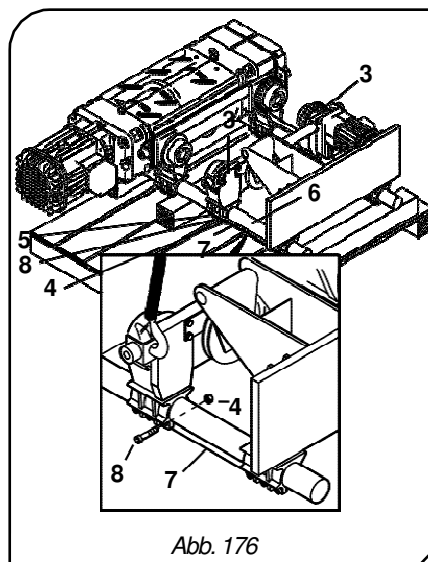

Abb. 176
- Um die Platten **-3-** auf der gegengewichtigen Seite ungehindert über die Stangen **-6-** schieben zu können, entfernen Sie die Distanzstücke **-7-** von den Bügeln **-5-**, indem Sie die Muttern **-4-** abschrauben und die Schrauben **-8-** abnehmen (Abb. 176).